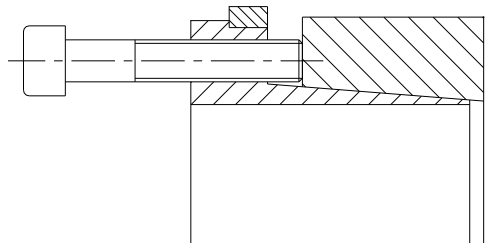

Bild 7: Fixieren des Spannsatzes (Beispiel: CLAMPEX® KTR 201)
- Für eine einfachere Montage fixieren Sie den Innen- und Außenring mittels zwei Spannschrauben über die Abdrückgewinde (siehe Bild 7). Setzen Sie anschließend den Spannsatz KTR 200 / KTR 201 zwischen Welle und Nabe ein.